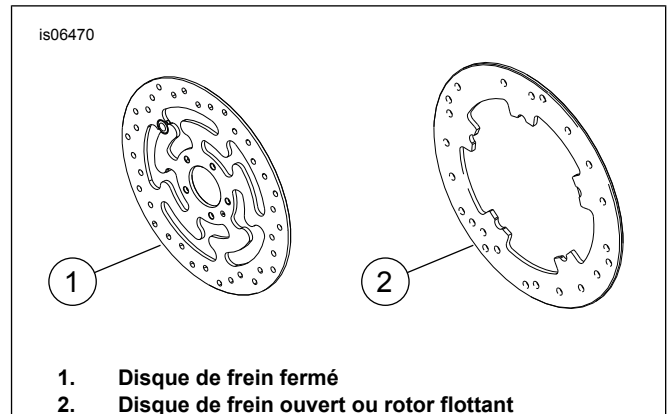

Figure 1. Styles de disque de frein avant
- Vis de disque de frein ( Voir la figure 1. et Tableau 1 )